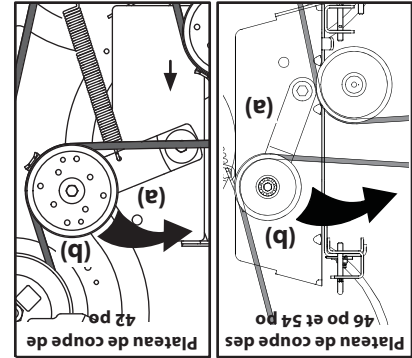

Figure 4-10
1. Placez les manettes de relevage à la position la plus haute. Voir la Figure 4-10.
- d. Abaissez le plateau de coupe au sol avec la manette de relevage du plateau. Voir la Figure 4-10.
- b. Du milieu du tracteur, faites pivoter le support de la poulie de tension (a) et la poulie de tension mobile (b) vers l'arrière pour l'éloigner suffisamment de l'arrière de la courroie trapézoïdale et pouvoir ainsi décaler la courroie de la poulie de tension. Voir la Figure 4-10.